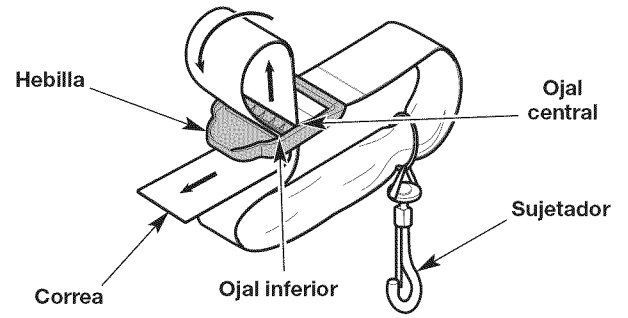

Fig. 11
1. Haga pasar la correa hacia arriba por el ojal central de la hebilla (Fig. 11).
2. Doble la correa sobre sí misma y hágala pasar por el ojal inferior de la hebilla (Fig. 11).